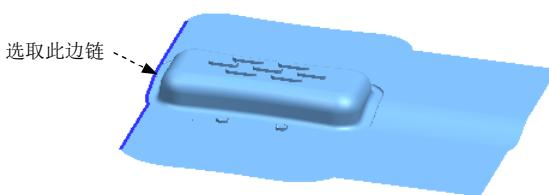
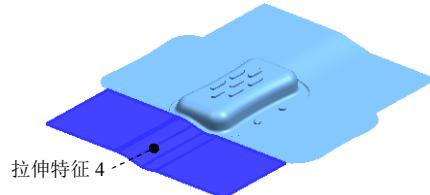

图 1.39 定义拉伸对象 4
图 1.40 创建拉伸特征 4
Step4. 创建拉伸特征 4。选择下拉菜单 **插入(S)** → **设计特征(D)** → **拉伸(E)...** 命令, 系统弹出“拉伸”对话框; 选取图 1.39 所示的片体边链为拉伸对象; 在 **指定矢量(1)** 下拉列表中选择 **XC** 选项; 在 **限制** 区域的 **开始** 下拉列表中选择 **值** 选项, 并在其下的 **距离** 文本框中输入数值 0, 在 **结束** 下拉列表中选择 **值** 选项, 并在其下的 **距离** 文本框中输入数值 100; 其他参数采用系统默认设置值; 单击 **<确定>** 按钮, 完成如图 1.40 所示拉伸特征 4 的创建。